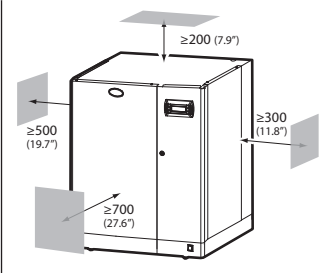

Fig. 1.b
- Den Befeuchter horizontal ansetzen (eine Wasserwaage verwenden!). Dabei den erforderlichen Mindestabstand für die Ausführung von Wartungsarbeiten einhalten (siehe Fig. 1.b).